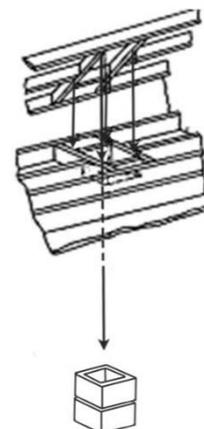

Figure 22. Pénétration du toit
F. Mesurez de tous les côtés du clou et marquez l'ouverture requise, puis découpez un trou dans le toit. N'oubliez pas que le trou est mesuré sur l'horizontale, puis projeté sur le toit. Le trou peut donc être plus grand, en fonction de la pente du toit. Voir la figure 22 .
- E. Mesurez de tous les côtés du clou et marquez l'ouverture requise, puis découpez un trou dans le toit. Rappelez-vous que le trou est mesuré sur l'horizontale, puis projeté sur le toit. Le trou peut donc être plus grand, en fonction de la pente du toit. Voir la figure 22.